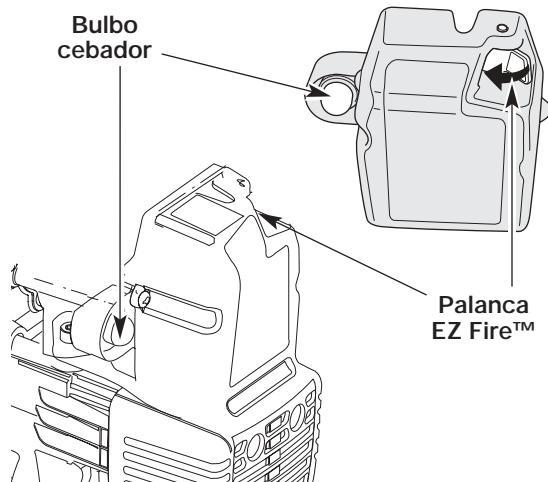

Fig. 9
3. Oprima completamente el cebador y suéltelo 10 veces. Hágalo lentamente. Se deberá ver un poco de **combustible en el cebador** y en las tuberías de alimentación de combustible (Fig. 9). Si no puede ver el combustible en el cebador, oprímalos y suéltelos tantas veces como sea necesario hasta que vea combustible en el mismo.
4. **Empuje la Palanca EZ Fire™ hacia la primera bombilla** hasta que haga un clic y quede trabada en su lugar (Fig. 9).